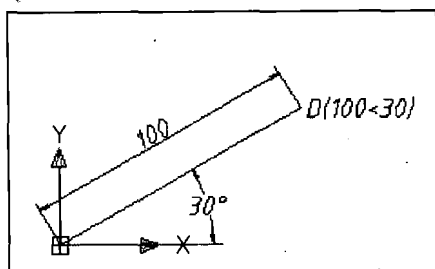

图 1-13 绝对极坐标
① 绝对极坐标 绝对极坐标是指通过某点距当前坐标系原点的距离, 及它在 XOY 平面中该点与坐标原点的连线与 X 轴正向的夹角来确定的位置, 其输入格式为 “距离 < 角度”。如图 1-13 所示, “100 < 30” 表示 D 点距原点为 100, 与 X 轴的正向夹角为 30° 。